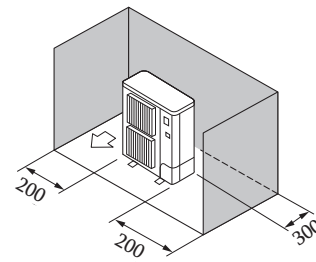

Fig. 2-4
③ Շրջապատող իրեր՝ միայն հետևի մասում և կողքերից (Fig. 2-4)